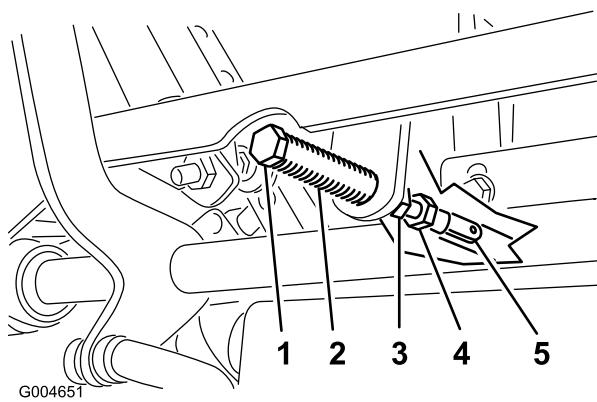

図 62
5. クレビス・ピン（ピボット・シャフトの上のアームについている）がスロットの端部に接触する（スプリングに圧力が掛け始めめる位置）まで、レバーを手前に引く（図 62）。
7. 調整が必要な場合は、ジャム・ナットをゆるめて調整ナットをヨーク側に移動できるようにする（図 62）。
8. コントロール・レバーを軽く手前（後退側）に引きながら、調整ボルトを回して、コントロール・レバーがちょうどニュートラル固定位置にくるように調整する（図 62）。
9. ナットとジャム・ナット（図 62）を締め付ける。
9. ボール・ジョイント部でジャム・ナット（図 62）を締めつける。